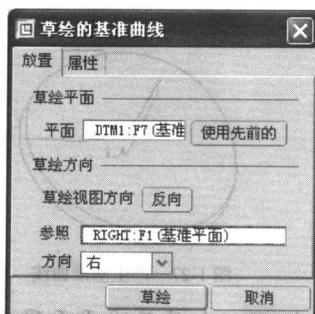

图 1-32 草绘基准曲线提示对话框
38. 单击特征工具栏中的草绘基准曲线按钮，系统弹出如图 1-32 所示草绘基准曲线提示对话框，系统内定以最近生成的基准面 DTM1 为基准曲线的草绘平面，并以 RIGHT 基准面为草绘视图方向参照（这就是 Pro/ENGINEER 人性化设计的体现，减少了鼠标单击次数。若用户需要选择其它的草绘平面，可以